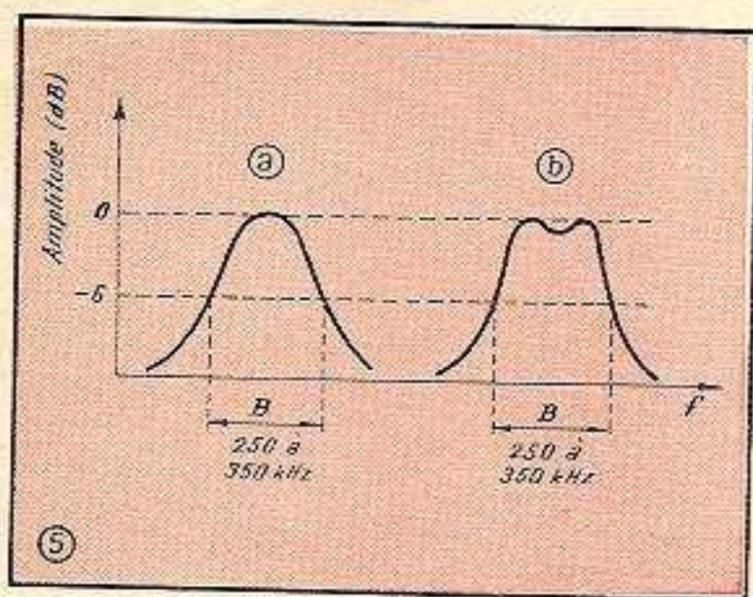
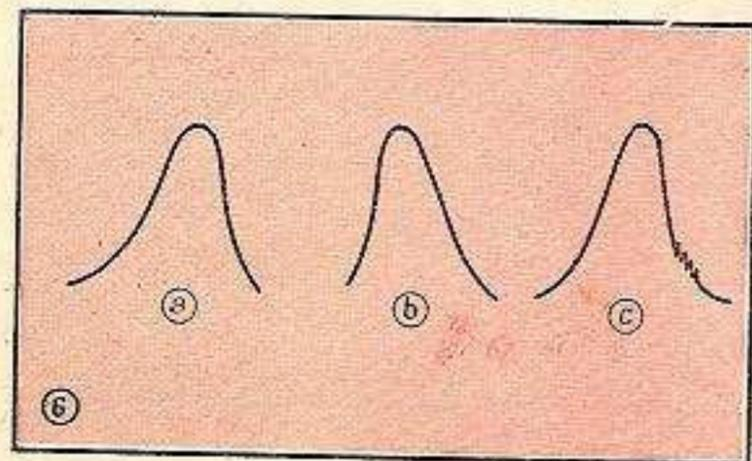

Fig. 5. — Allure des courbes observées lors d'un réglage au vobuloscope.
Fig. 6. — Allure anormale des courbes observées.
4. — Régler le primaire et le secondaire du transformateur M.F. 3, de façon à observer, sur l'écran du vobuloscope, une courbe de réponse aussi symétrique que possible. Cette courbe peut être à un seul sommet (fig. 5 a) ou à deux bosses (fig. 5 b), suivant la conception des bobinages, mais ce qui est important, c'est sa largeur au niveau  $-6$  dB, qui doit être de 300 à 400 kHz. Par ailleurs, tout défaut de symétrie (fig. 6 a et 6 b), ou tout « accident » (fig. 6 c) dénotent une anomalie dans le fonctionnement de l'amplificateur : excès ou insuffisance de neutrodynage, tendance à l'accrochage, etc. Mais ce sont là des questions que nous ne pouvons guère aborder ici ;
6. — Régler le primaire et le secondaire du M.F. 2 de façon à obtenir une courbe ayant la même allure générale que celles de la figure 5, mais dont la largeur, à  $-6$  dB, ne dépasse guère 250 kHz ;